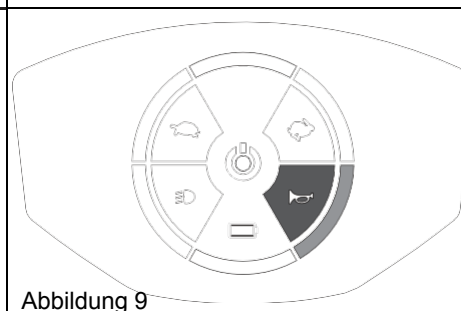

Abbildung 9
- Durch Drücken der Hupentaste aktivieren Sie den Warntonger. Solange Sie die Hupentaste gedrückt halten, ertönt der Warnton und das Licht leuchtet (Abbildung 9).